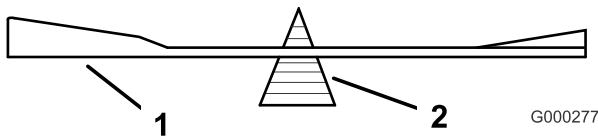

Figure 53
2. Vérifiez l'équilibre de la lame en la plaçant sur un équilibreur (Figure 53). Si la lame reste horizontale, elle est équilibrée et peut être utilisée. Si la lame est déséquilibrée, limez un peu l'extrémité de la partie relevée seulement (Figure 53). Répétez la procédure jusqu'à ce que la lame soit équilibrée.